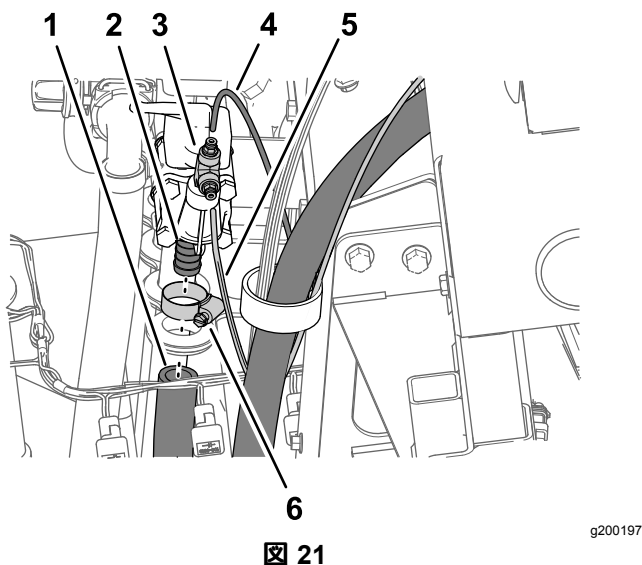

図 21
1. 水圧制御バルブの右端で、インレットホースを制御バルブのバーブ付きフィッティングに固定しているホースクランプを外してフィッティングからホースを取り外す 図 21。
2. チューブカップラ用のロッキングカラーを押し入れて、車両のダッシュボードにある水圧ゲージ用の水圧検知チューブを取り外す 図 21。
3. チューブカップラ用のロッキングカラーを押し入れて、ホースリール用の水圧ゲージ用の水圧検知チューブを取り外す 図 21。
4. 水圧制御バルブの 90° エルボからT字フィッティングとチューブカップラを取り外す 図 21。